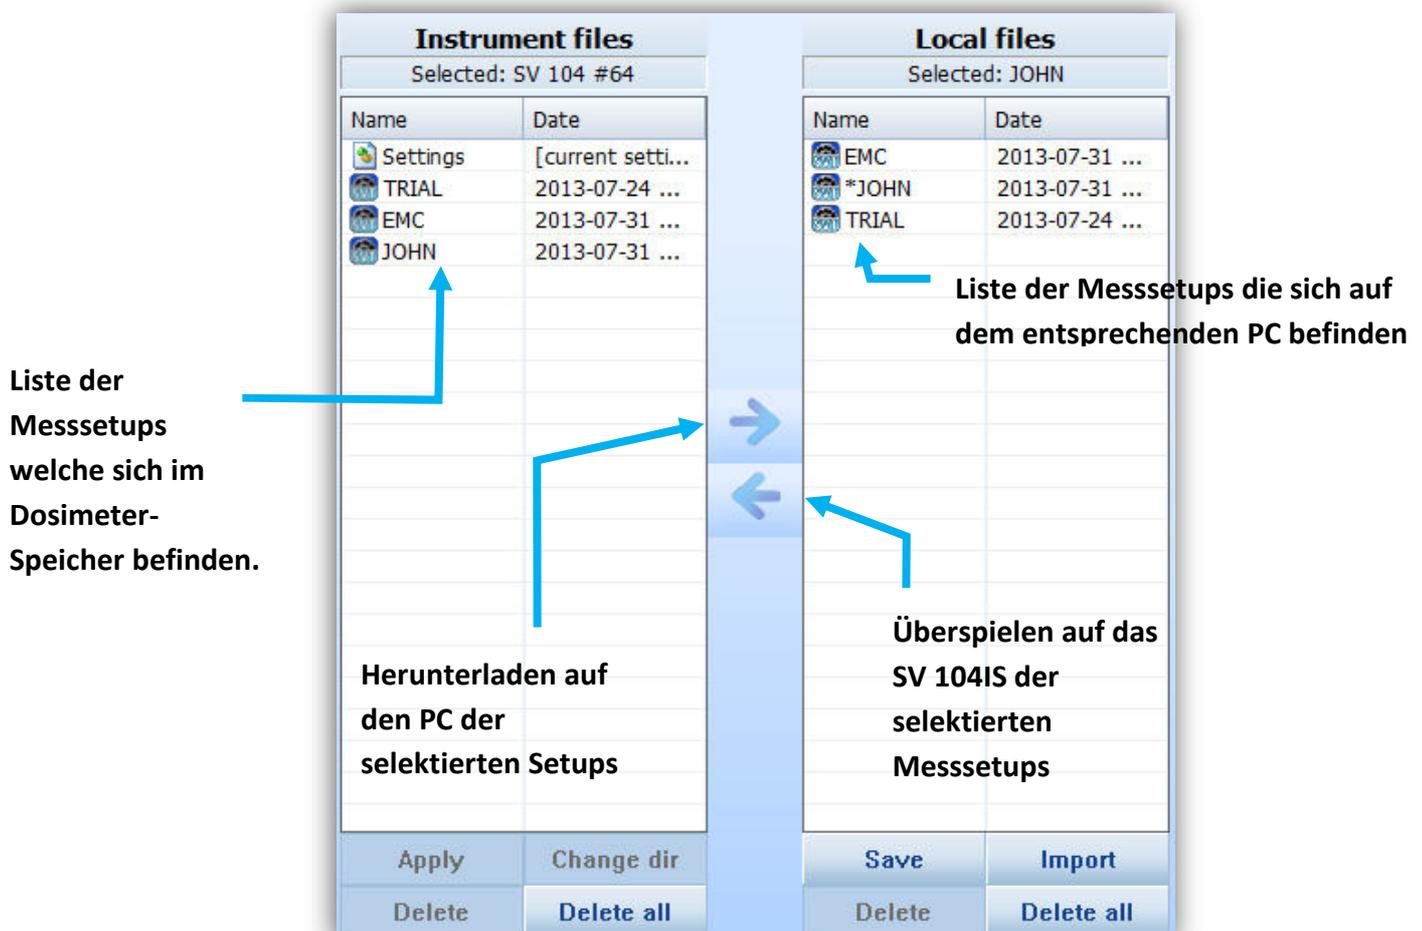

Abbildung 43: Setup-Manager Fenster
1. Wählen Sie die "Settings" Reihen Position im Setup Manager Fenster Links oben (Abbildung 43)
3. Wählen Sie die nun auch rechts erscheinende "Settings" mit einem Klick aus. Danach sollten auf der rechten Seite von der Abbildung 43 eine Konfiguration-Tabs erscheinen. Dies ist die sogenannte Instrumenten-Konfigurationsfenster im Supervisor Fenster (siehe Abbildung 39).